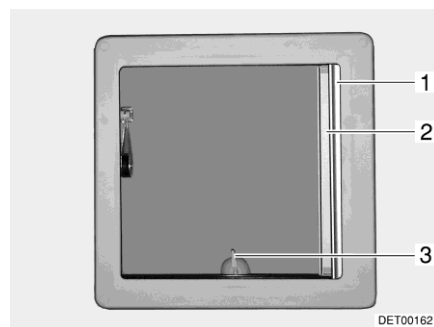
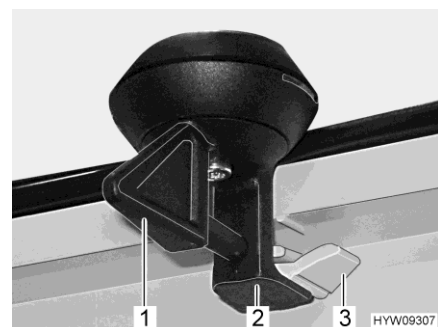

Bild 45 Uppfällbar taklucka
Bild 46 Lås (uppfällbar taklucka)
- Vrid spaken (Bild 45,3 resp. Bild 46,1) ett kvarts varv.
- Vrid spaken ett kvarts varv. Låset (Bild 46,2) måste glida in i den nedre spärren (Bild 46,3).
- Drag ut plisségardinen (Bild 45,1) och släpp den i önskad position. Plisségardinen stannar i denna position.
- Drag ut insektsnätet (Bild 45,2) tills det hakar in i låset på motsatta sidan.